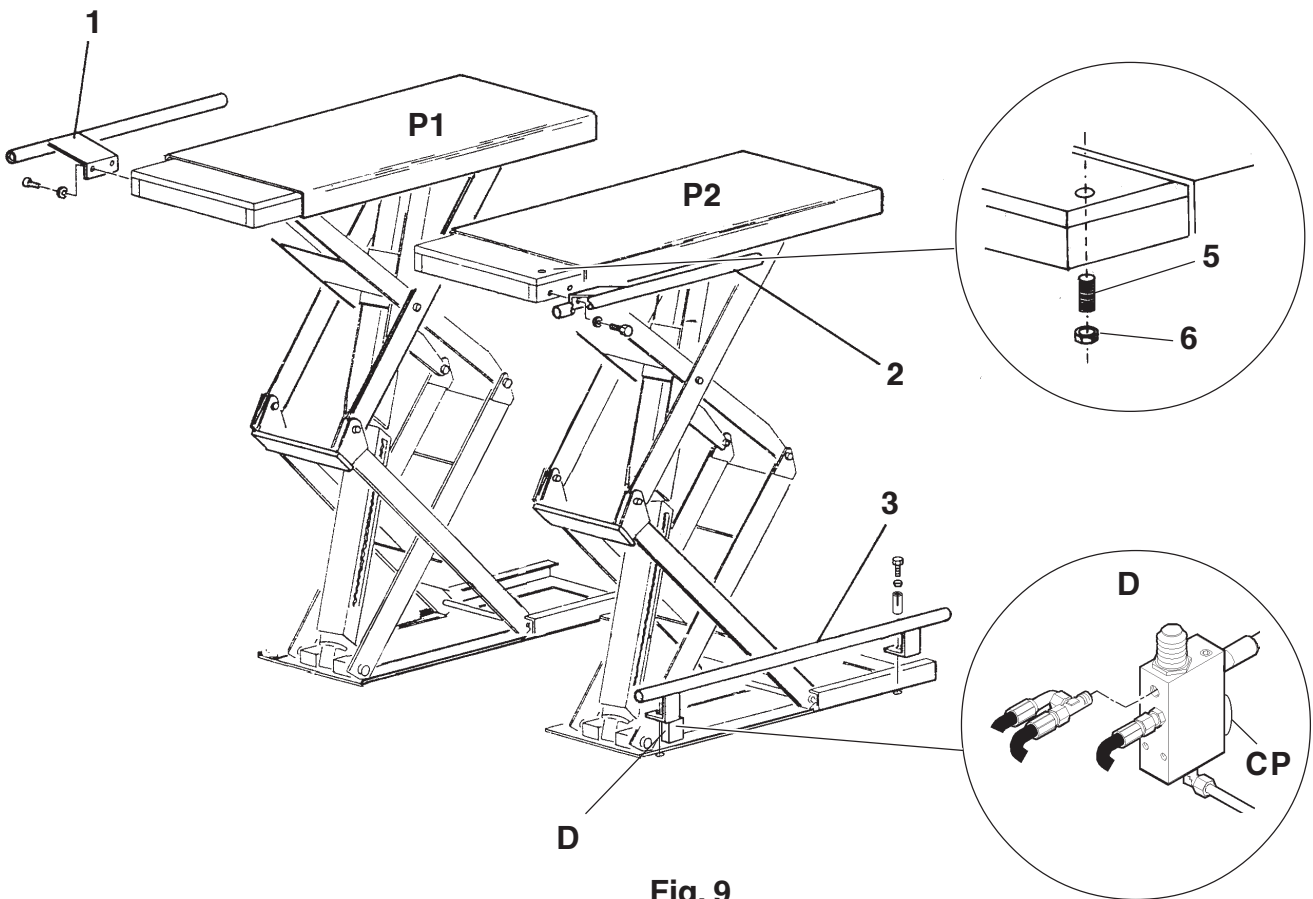
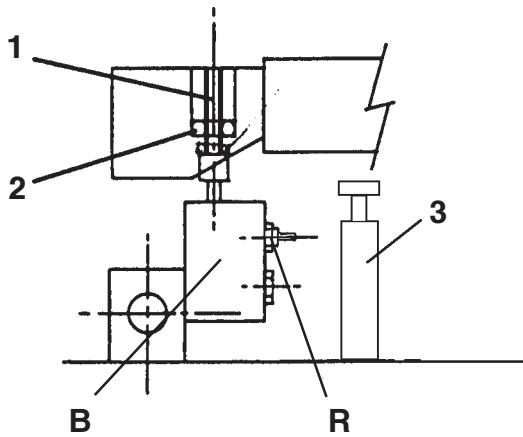
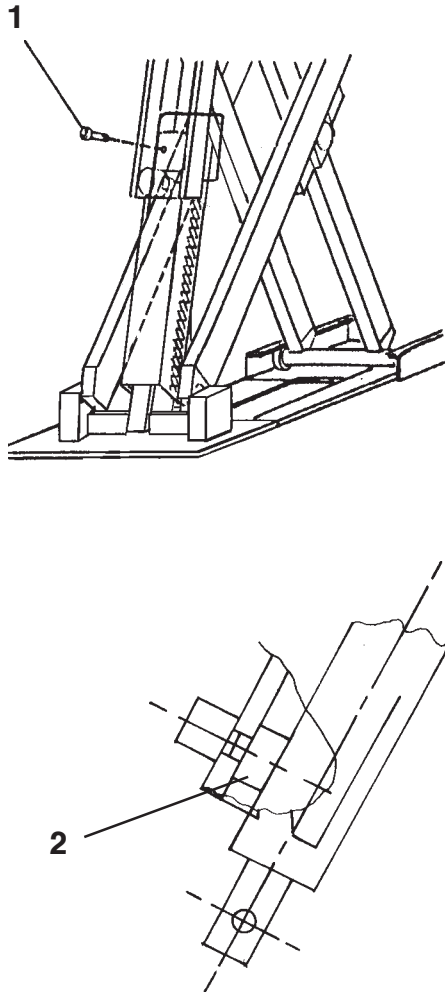

Fig. 9
Fig. 10
Fig. 11
Premere il pulsante di salita ed alzare le pedane di 50-60 cm. Rif. Fig.9. Montare le protezioni salvapiedi (**1-2-3**).
Collegare il pressostato **CP** situato in **D** (Fig. 9).
Montare la vite-pessore **5** e **6** (Fig. 9). A questo punto livellare se necessario il ponte agendo sui registri (**3**) di Fig. 10.
Ref. Fig. 9. Fit the protective footguard devices (**1-2-3**).
Connect the pressure gauge **CP** located in **D** (Fig.9).
Fit the pressure switch **5** and **6** (Fig.9). Then level the lift if necessary by using the regulators (**3**) of Fig.10.
(Siehe Abb. 9). Die Fussabweiser (**1-2-3**) . Den in **D** (Abb. 9) positionierten Druckwächter **CP** anschliessen.
Die Press-Schraube **5** und **6** (Abb. 9) montieren. Nun bei Bedarf die Hebebühne unter Betätigung der Verstellerschrauben (**3**) der Abb. 10 nivellieren.
Réf. Fig. 9. Monter les protections des garde-pieds (**1-2-3**).
Connecter le pressostat **CP** situé au point **D** (Fig. 9).
Retirer la cheville (A), voir Fig. 7. Monter les vis de pression **5** et **6** (Fig. 9). A ce point, niveler le pont élévateur si nécessaire en intervenant sur les régulateurs (**3**), voir Fig. 10.
Apretar el pulsador de elevación y levantar las tarimas 50-60 cm. Ref. Fig.9.
Montar las protecciones protege-pies (**1-2-3**). Conectar el presostato **CP** situado en **D**(Fig.9).
Montar el tornillo-empujador **5** y **6** (Fig.9). A continuación, si es necesario hay que nivelar el puente mediante los reguladores (**3**) de la Fig.10.
Il ponte è dotato di valvola di allineamento automatica posizionata sotto alla pedana **P2** ed indicata con **B**, vedi Fig. 10. La valvola è tarata in fabbrica nella posizione tutta bassa determinata dai registri (3). Se si dovesse agire sulle viti di registrazione pedane (3), Fig. 10, allentare completamente il controdado (2) e la vite (1). Dopo aver regolato l'altezza della pedana, avvitare la vite (1) fino a che non si vede sollevare la pedana, poi svitare di un giro e bloccare con controdado (2).
The lift is fitted with automatic alignment valve located beneath footboard **P2** and shown as (**B**), see Fig. 10. The valve is calibrated during manufacture in the all-low position determined by the adjusting devices (3). If you have to alter the footboard adjustment screws (3), Fig. 10, slacken the counter nut (2) and the screw (1) completely. After adjusting the height of the footboard, tighten the screw (1) until the footboard starts to rise, then unscrew one turn and fasten with the counter nut (2).
Die Hebebühne ist mit einem unter der Fahr schiene **P2** positionierten automatischen Ausgleichsventil versehen. Dieses Ventil ist mit **B**, siehe Abb. 10, gekennzeichnet. Es wird im Werk geeicht, in der tiefsten durch die Verstell schrauben (3) bestimmten Position.
Sollten die Fahr schienenverstell schrauben (3) Abb. 10 betätigt werden, die Kontermutter (2) und die Schraube (1) komplett lösen. Nach der Fahr schienen höhenverstellung die Schraube (1) anschrauben, bis die Fahr schiene hochfährt, dann eine Drehung zurückschrauben und mit der Kontermutter (2) blockieren.
Le pont élévateur est équipé d'une vanne pour l'alignement automatique située sous le chemin de roulement **P2** et indiquée par la lettre **B**, voir Fig. 10. La vanne est réglée par le fabricant dans la position la plus basse du pont élévateur déterminée par les régulateurs (3). En cas d'intervention sur les vis de réglage des chemins de roulement (3), Fig. 10, desserrer complètement le contre-écrou (2) et la vis (1). Après avoir réglé la hauteur du chemin de roulement, serrer la vis (1) tant que le chemin de roulement ne se soulève pas, puis desserrer d'un tour et bloquer avec le contre-écrou (2).
El puente tiene una válvula de alineación automática colocada debajo de la plataforma **P2** e indicada con **B**, ver Fig. 10. La válvula está regulada en la fábrica en la posición todo abajo (en la que el puente está en el punto más bajo) determinada por los reguladores (3). Si hubiera que manipular los tornillos de regulación de las tarimas (3), Fig. 10, hay que aflojar totalmente la controtuerca (2) y el tornillo (1). Después de haber regulado la altura de la plataforma, atornillar el tornillo (1) hasta que se vea que se levanta la tarima, luego desatornillar una vuelta y bloquear con la controtuerca (2).
Il sollevatore viene fornito con l'impianto idraulico montato e spurgato dall'aria; durante il collegamento dei tubi potrebbe entrare un po' di aria e quindi, per ristabilire il corretto funzionamento, operare come segue: con il rubinetto **R** chiuso, vedi Fig. 10, premere il pulsante di salita fino a battuta meccanica pedana **P1** (non importa la pedana **P2**).
Svitare la vite (1) (Fig.11) del cilindro **P1** per spurgare l'aria (può verificarsi la discesa di **P2**) poi riavvitare.
Togliere l'alimentazione pneumatica in modo che l'arresto meccanico del cilindro **P1** rimanga agganciato sull'ultimo dente (cilindro tutto esteso) e inserire sotto l'arresto del cilindro **P2** il distanziale (2 Fig.11) in modo che il cilindro possa scorrere.
The lift is supplied with the hydraulic system installed and with the air bled. However while the tubing is being connected, air may enter and you should proceed as follows to restore the machine to correct working conditions: with the tap **R** closed, press the rise button until **P1** reaches mechanical block (the position of **P2** is not important). Unscrew screw (1) (Fig.11) of the **P1** cylinders to bleed the air (**P2** may descend) then tighten again. Switch off the compressed air supply so that the mechanical stop of the **P1** cylinder is hooked onto the last tooth (cylinder fully extended) and fit the spacer (2) (Fig. 11) beneath the **P2** cylinder stop so that the cylinder can slide.
Die Hebebühne wird folgendermassen geliefert: mit montierter Hydraulikanlage und entlüftet. Während des Anschlusses der Leitungen könnte etwas Luft eintreten. Zur Abhilfe bzw. Wiederherstellung des einwandfreien Betriebes wie folgt vorgehen: Mit dem Hahn **R** geschlossen, siehe Abb. 10 die Taste „Heben“ bis zum mechanischen Anschlag der Fahrschiene **P1** betätigen (die Fahrschiene **P2** ist unwichtig). Zur Entlüftung die Schraube (1 Abb. 11) des Zylinders **P1** lösen (**P2** könnte sich senken) und wieder anziehen. Die pneumatische Versorgung unterbrechen, damit die mechanische Arretierung des Zylinders **P1** auf dem letzten Zahn eingehakt bleibt (Zylinder ganz ausgefahren) und zur Zylindergleitung das Distanzstück (2 Abb. 11) unter die Arretierung des Zylinders **P2** einsetzen.
Le pont élévateur est fourni au client avec l'installation pneumatique montée et purgée de l'air: au moment de la connexion des câbles, de l'air pourrait s'introduire dans le système, il faut donc opérer comme suit pour rétablir le bon fonctionnement: le robinet **R** doit être fermé (voir Fig. 10) : actionner la montée autant qu'il faut pour porter le chemin de roulement **P1** dans sa position de butée mécanique (peu importe la position du chemin de roulement **P2**).
Desserrer la vis (1 Fig. 11) du cylindre **P1** pour purger l'air (il peut arriver que **P2** descende), puis resserrer.
El elevador se entrega con la instalación hidráulica montada y purgada de aire; durante la conexión de los tubos podría entrar un poco de aire y por este motivo, para restablecer el correcto funcionamiento hay que maniobrar de la siguiente manera: con el grifo **R** cerrado, ver Fig.10, apretar el pulsador de elevación hasta el tope mecánico de la tarima **P1** no importa la posición de la tarima **P2**). Desatornillar el tornillo 1(Fig.11) del cilindro **P1** para purgar el aire (puede comprobarse el descenso de **P2**) y luego volver a atornillar. Quitar la alimentación neumática de manera que el retén mecánico del cilindro **P1** se quede enganchado en el último diente (cilindro todo abierto) y colocar debajo del retén del cilindro **P2** el distanciador 2 (Fig.11) de manera que el cilindro pueda deslizar. Abrir el grifo **R** (Fig.10)
Apreire il rubinetto **R** (Fig.10) e premendo il pulsante di discesa fare scendere **P2** fino a terra, poi farla risalire 3-4 volte fino a 50-70 cm da terra. Assicurarsi che in centralina ci sia olio sufficiente. Portare **P2** a 150 cm di altezza e chiudere il rubinetto **R**, fare scendere il ponte di c. a. 50 cm dopo aver tolto il distanziale **2** (Fig. 11) e ripristinato il collegamento pneumatico, poi riaprire il rubinetto **R**. Mettere la **P2** 0,5-1 cm. più bassa di **P1**. Richiudere il rubinetto **R** bloccando con gli appositi controdadi e fare scendere a terra entrambe le pedane.
Open tap **R** (Fig. 10) and press the descent button to lower **P2** to the ground, then raise it again 3-4 times 50-70 cm from the ground. Check that there is enough oil in the central unit. Raise **P2** to 150 cm and close tap **R**, lower the lift about 50 cm, after removing the spacer (2) (Fig. 11) and turning on the compressed air supply again, then open tap **R** again.